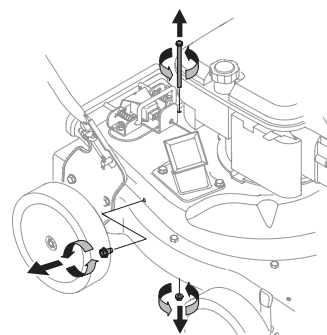

Figura 16
5. Retire el tornillo autorroscante del lado derecho de la unidad que se fija a la pantalla de protección. Puede ser necesario retirar el colgador del soporte de la manguera (si está equipado) para tener acceso al tornillo. Vea la Figura 16.
6. Saque el tornillo de cabeza hexagonal de la parte superior de la caja posterior cerca del soporte de montaje, y la tuerca de seguridad de la brida que une la pantalla de desgranado. Vea la Figura 16.